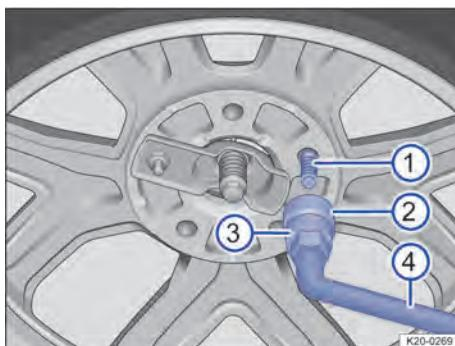

Fig. 195 Colocar o dispositivo antifurto
- Verificar se o pino roscado → Fig. 195 ① é inserido por um furo para os parafusos de roda.
- Girar manualmente no sentido horário a porca de segurança → Fig. 195 ② com o adaptador do dispositivo antifurto → Fig. 195 ③ da caixa de ferramentas no pino roscado → Fig. 195 ①.
- Inserir o adaptador do dispositivo antifurto ③ e a chave de roda ④ na porca de segurança.
- Apertar a porca de segurança com a chave de roda ④.